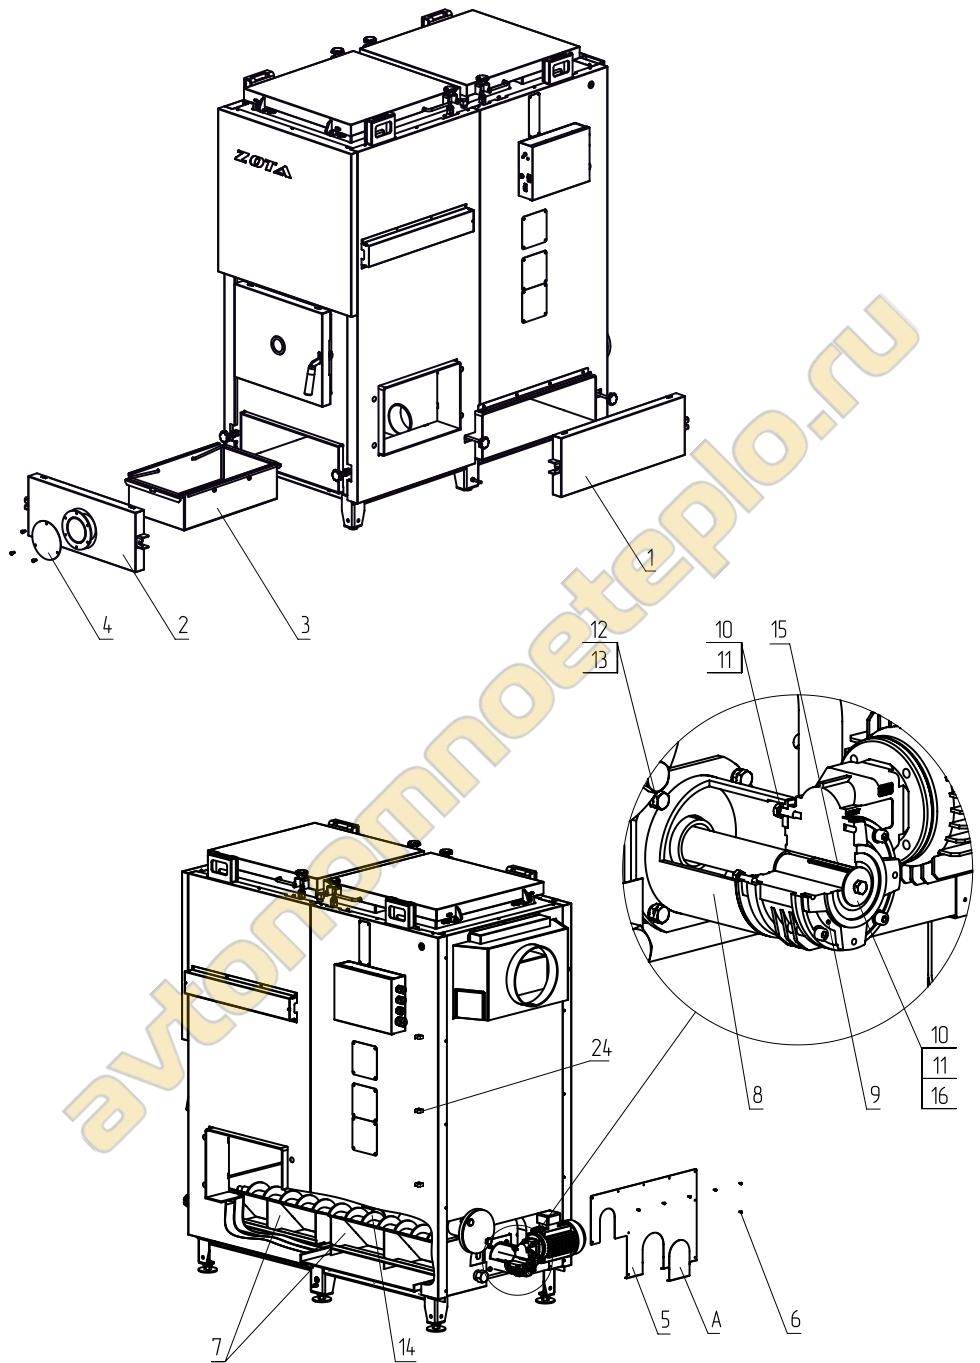

Рис.8 Монтаж механизма золоудаления
- 2.1. Снять прочистную и зольную дверцы (поз. 1, поз. 2) Рис.8.
2. 11. Установить коробку распаечную и зафиксировать её саморезами. Закрепить гофрошланг от коробки с помощью крепления (поз. 24) Рис.8.